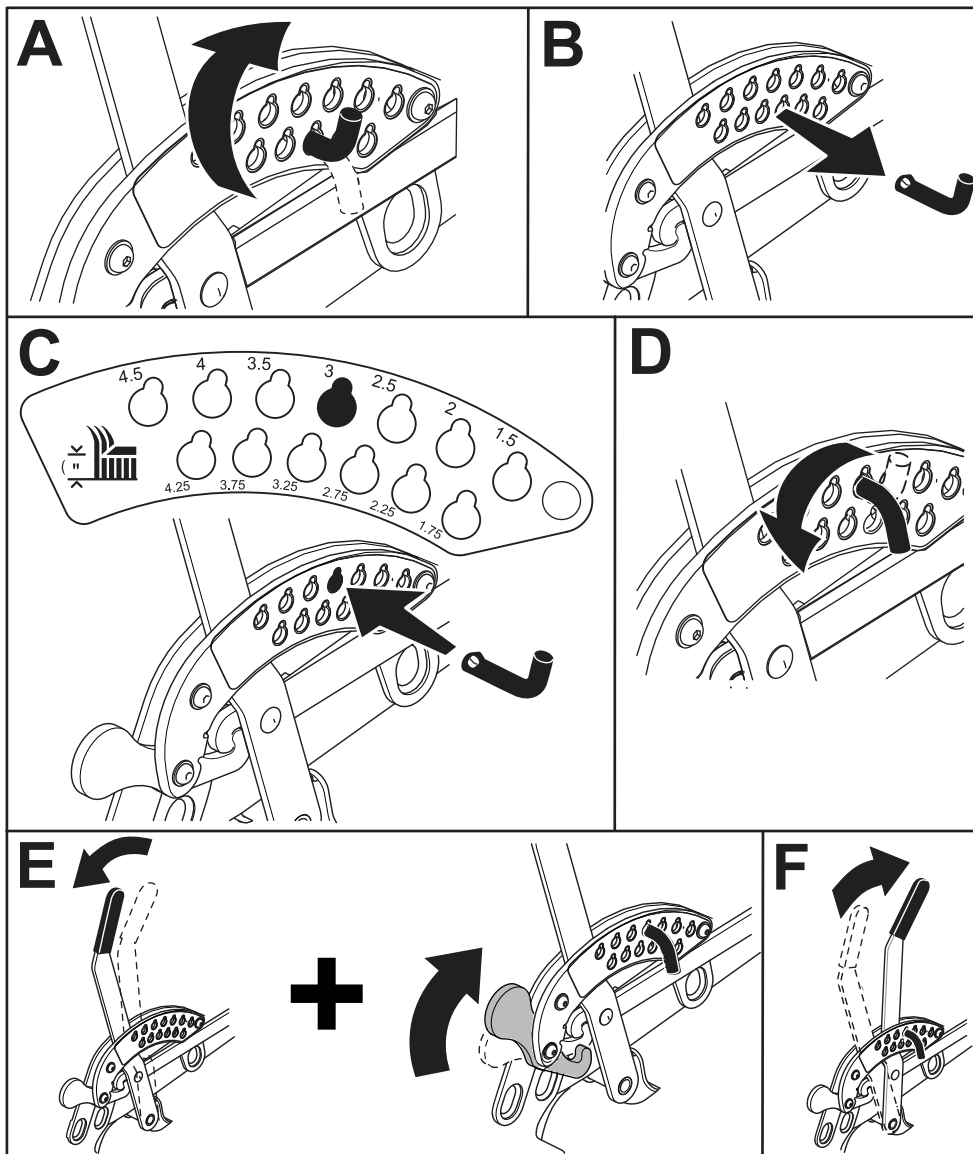

Figura 4
5. Mova o pino da altura de corte para a posição de 76 mm; consulte a Figura 4.